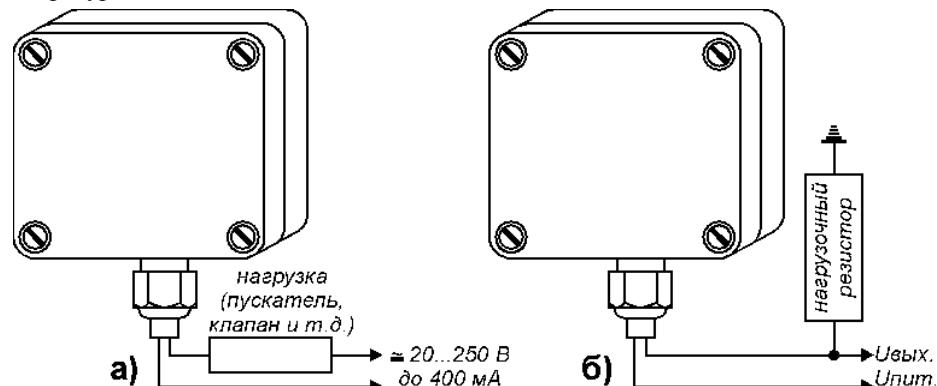

Рис. 10. а) Включение РДД-03 в пусковую цепь механизма.
После установки датчика следует подключить цепь нагрузки. На рис. 10а показано включение РДД-03 для непосредственного управления пусковой аппаратурой механизма.
На рис. 10б показано подключение РДД-03 на вход автоматизированной системы управления (АСУ): например, к контроллеру сбора информации с датчиков. На одну из клемм (любую) РДД-03 подается напряжение Upit (переменное или постоянное), которое должно соответствовать номинальному напряжению входного канала АСУ. Со второй клеммы на вход АСУ будет поступать сигнал о движении контролируемого объекта. Сопротивление нагрузочного резистора выбирается следующим образом.
1.2. Запустите механизм. Если при этом зажигается светодиод красного цвета («Короткое замыкание»), проверьте правильность подключения датчика (см. схему включения на рис. 10).